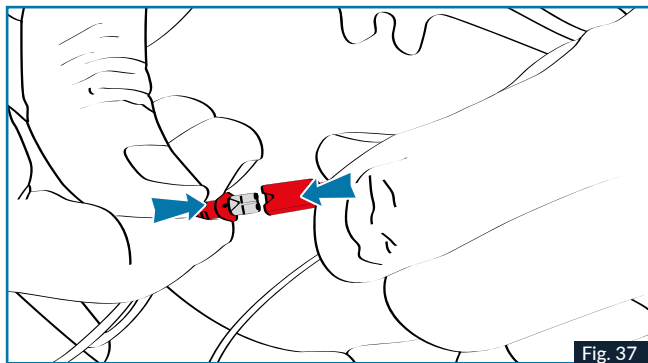

Fig. 37
9. Conectar el micrófono (conector rojo) y el teclado de acuerdo con la Fig. 37.